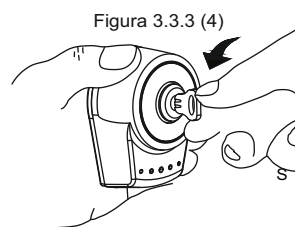

Figura 3.3.3 (4)
- 5). Proceda a marcação e fixação da base Figura 3.3.3 (5)